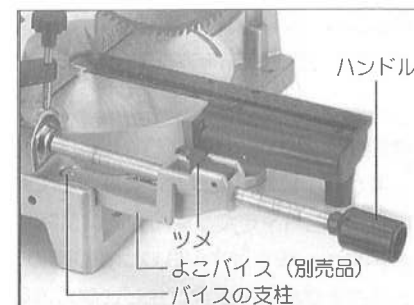

図16
■よこバイス(別売品)の使用方法 (図16参照)
①バイスの支柱をベースの穴に差し込む。
②クイックバイスのツメを起こすとバイスのシャフトは自由(前後)に動きます。材料にクランプ板をつけてからツメを倒してください。
③バイスの固定ハンドルを回して材料を確実に締め付けてください。